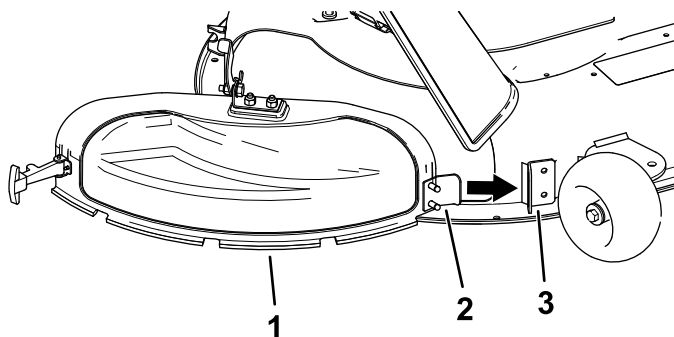

Figuur 12
5. Buig het metalen lipje van de afvoerafsluiter uit de sleuf in de beugel die is gelast aan het maaidek (**Figuur 12**).